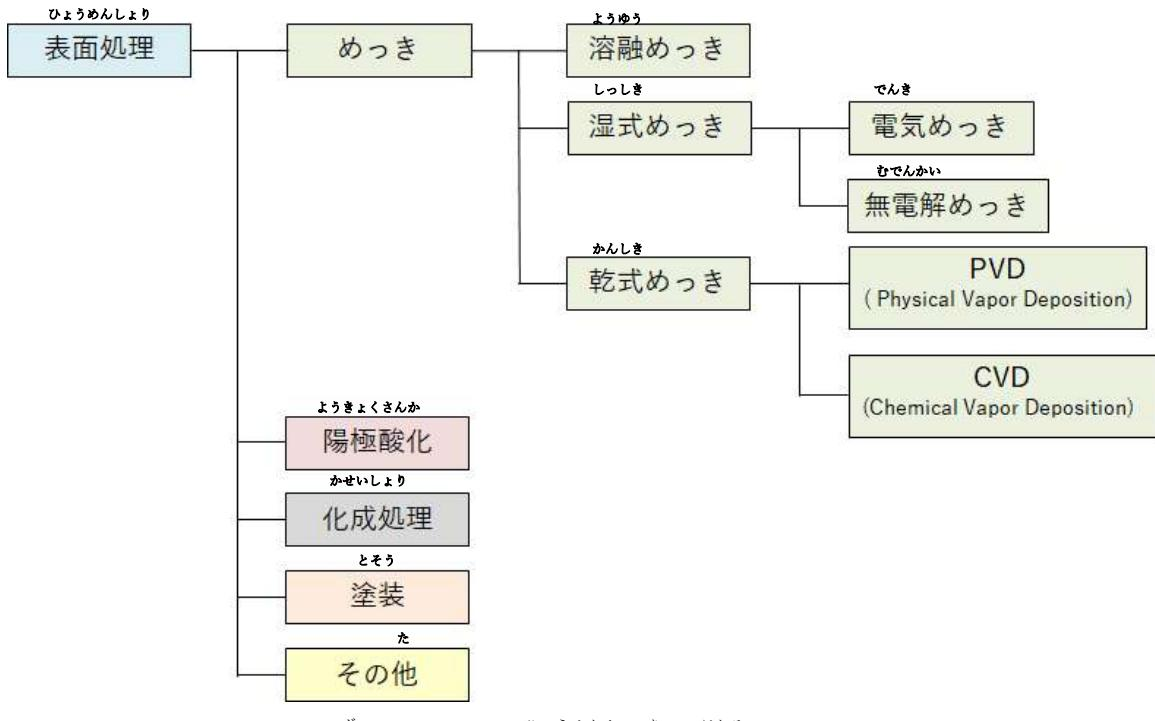

図10-1 表面処理の分類
(3) 耐摩耗性の向上(表面を硬くする、キズがつきにくくする)
(4) その他の目的
- 表面処理には図10-1に示す方法があります。